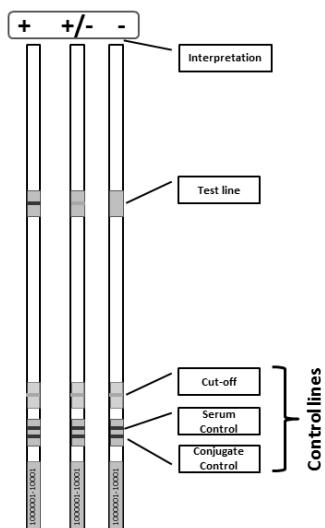
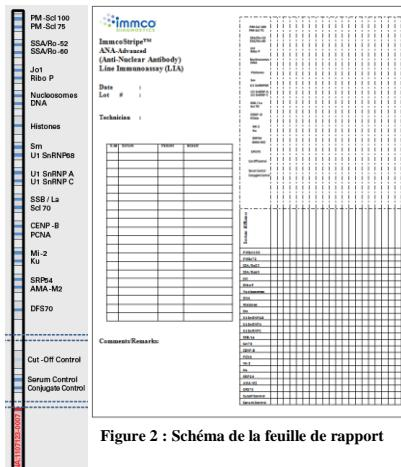

Figure 1 : Schéma de buvards LIA ayant réagi avec une ligne de test.
Figure 2 : Schéma de la feuille de rapport
- Les lignes de test sont placées au-dessus des lignes de démarcation, de résolution de sérum et de résolution du conjugué comme décrit dans le schéma (Figure 1). Les lignes de sérum et de résolution du conjugué apparaissent sur le même morceau de nitrocellulose en bas du buvard.
- Comme marqué dans la Figure 1, les lignes de résolution du sérum et du conjugué doivent être clairement positives indiquant une expérience réussie. La démarcation est une ligne légère avec variation en intensité en fonction des conditions de l'expérience. Le schéma de la Figure 1 montre un exemple d'une ligne de test. Dans le LIA AAN avancé (Figure 2), il existe 22 lignes de test et
Le LIA pour AAN avancé est capable de détecter les auto-anticorps des antigènes suivants : PM-Scl100, PM-Scl75, SSA/Ro52, SSA/Ro60, Jo1, Ribo-P, Nucléosomes, ADN, Histones, Sm, U1SnRNP68, U1SnRNP A, U1SnRNP C, SSB/La, Scl70, CENP-B, PCNA, Mi2, Ku, SRP54, AMA-M2 et DFS70 (facteur de croissance dérivé de l'épithélium de la lentille). Se reporter à la Figure 2 pour la position des lignes de résolution et des antigènes individuels.